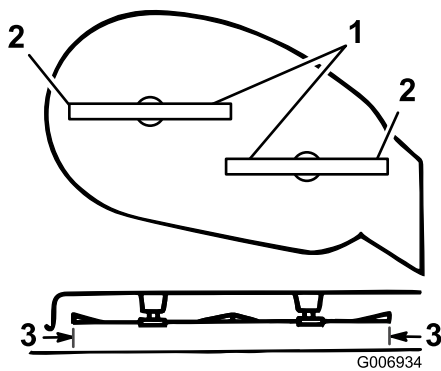

Figura 47
5. Ruotate con cautela le lame da un lato all'altro (Figura 47).
6. Misurate la distanza tra i taglienti esterni e la superficie piatta (Figura 47). Se entrambe le misurazioni non sono comprese in 5 mm, regolatele; vedere 7 a 10.